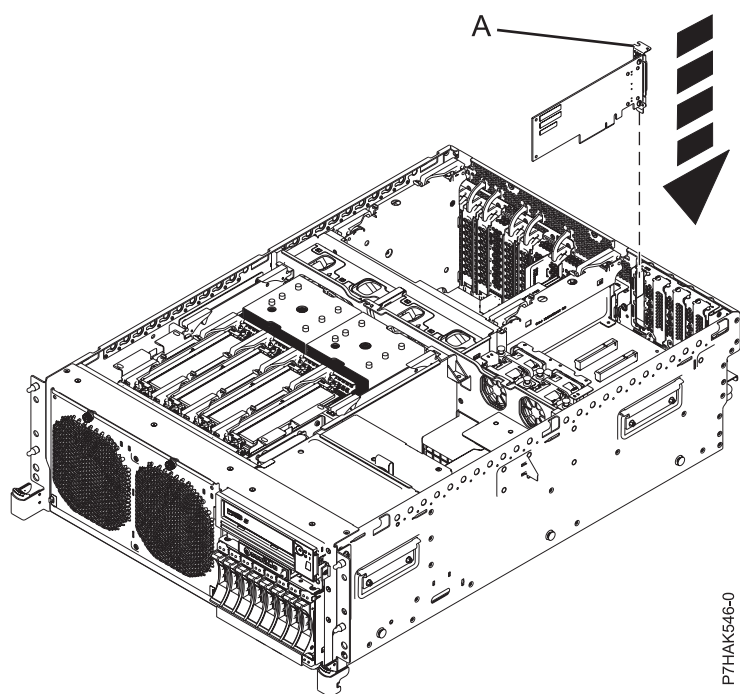
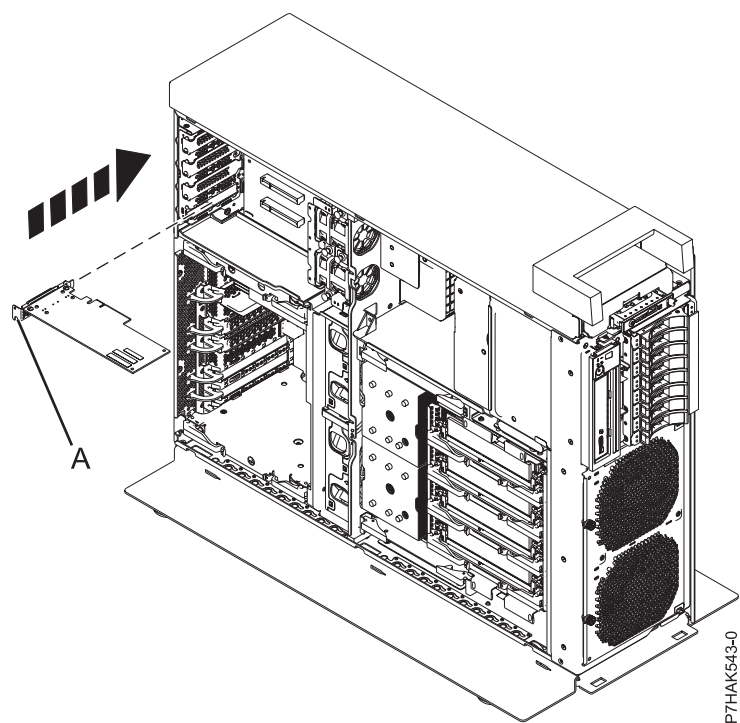

Figura 4. Instal·lació d'un adaptador PCI en la targeta d'expansió d'una unitat del sistema muntada en bastidor
Figura 5. Instal·lació d'un adaptador PCI en la targeta d'expansió d'una unitat del sistema autònoma
18. Si el sistema té una targeta d'expansió, podeu empènyer l'adaptador PCI de perfil baix a la ranura introduint-lo per la contrapunta (A) i després fen pressió a l'adaptador dins de la ranura, com es mostra a la Figura 4 a la pàgina 7 i la Figura 5 a la pàgina 7.